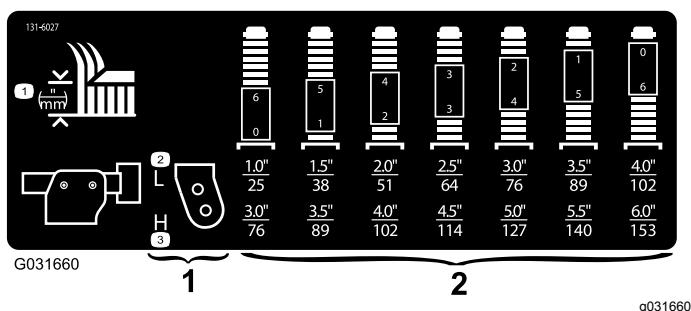

Figura 16
3. Posizionate gli assali delle ruote orientabili negli stessi fori di tutte le forcelle; fate riferimento al grafico (Figura 16) per determinare i fori corretti per l'impostazione.
Nota: Fate riferimento allo schema per stabilire le combinazioni di distanziali necessari per la regolazione (Figura 16).